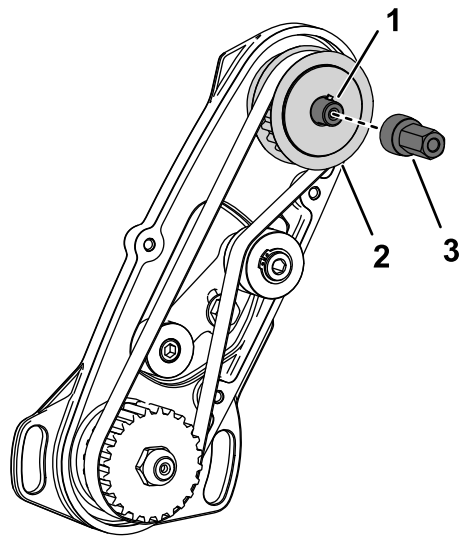

**Figure 4**
7. Retirez l'écrou de l'arbre d'entraînement du cylindre (Figure 4).